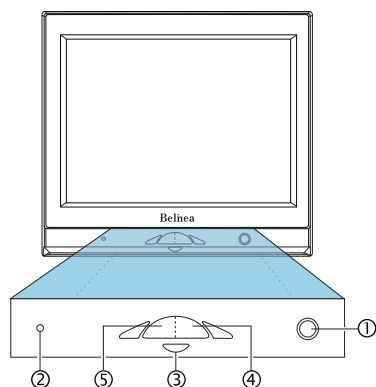

Figure 3. Contrôles du moniteur
3. Mettez d'abord votre PC sous tension, puis allumez votre moniteur Belinea à l'aide du commutateur de mise sous tension (voir ① à la Figure 3). L'indicateur d'état (voir ② à la Figure 3) doit s'allumer en vert.
Allumez votre moniteur en appuyant sur le bouton de mise sous tension (① sur la figure 3). L'indicateur d'état (② sur la figure 3) doit alors s'allumer en vert (il devient orange si le moniteur est éteint ou si un mode d'économie d'énergie est actif).
Vous pouvez directement ajuster le contraste et la luminosité, en tournant la molette de l'OSD (③ sur la figure 3) lorsque le menu OSD n'est pas affiché à l'écran. Faites tourner la molette vers la gauche pour afficher le menu Contraste de l'OSD, et faites-la tourner vers la droite pour afficher le menu Luminosité de l'OSD. Faites ensuite pivoter la molette vers la gauche pour augmenter le contraste ou la luminosité, ou vers la droite pour les diminuer.
1. Pressez le bouton **Menu** (④ sur la figure 3) pour voir apparaître à l'écran le menu OSD.
2. Sélectionnez l'icône de la fonction désirée à l'aide de la molette de l'OSD (③ sur la figure 3, voir à la section suivante, "Fonctions de l'OSD").
3. Pressez le bouton **Enter** (⑤ sur la figure 3) pour activer la fonction.